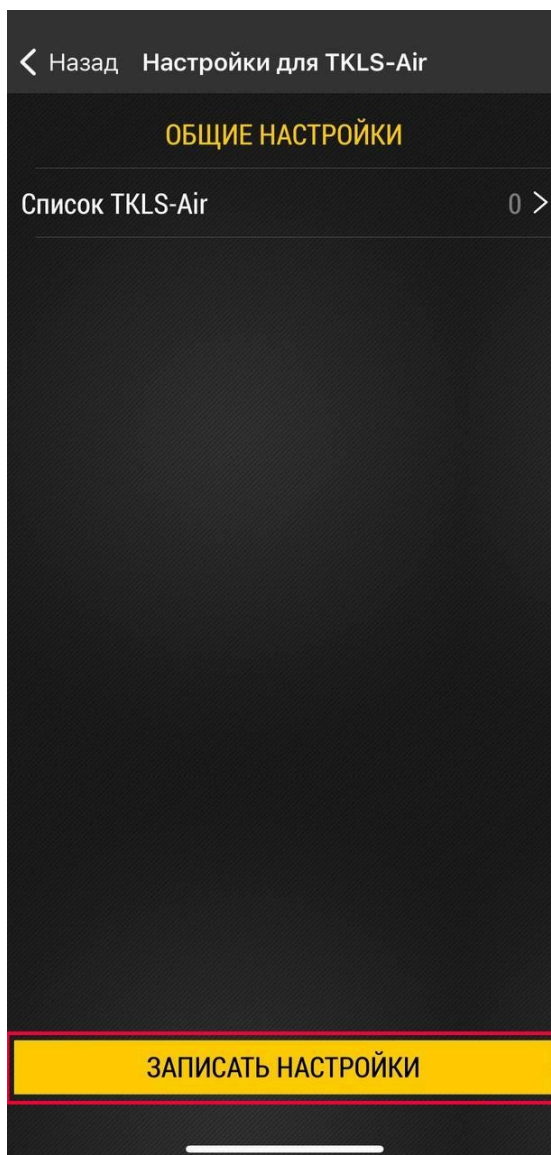

Рис.20. Запись настроек.
- По окончании настроек нажмите кнопку "**Записать настройки**" (Рис.20).